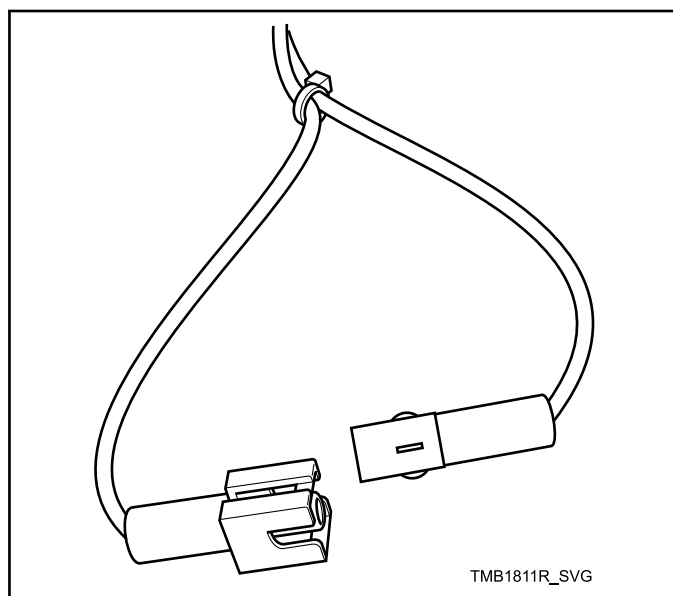

Figure 2
Ouvrir la porte de service et débrancher le connecteur cylindrique situé entre les fils « blanc/noir » et « rouge/bleu » pendant une seconde, puis le rebrancher. Voir *Figure 2*.
- b. Pour les sèche-linges superposés : Ouvrir la porte de service et débrancher le connecteur cylindrique situé entre les fils « blanc/noir » et « rouge/bleu » pendant une seconde, puis le rebrancher. Voir *Figure 2*.